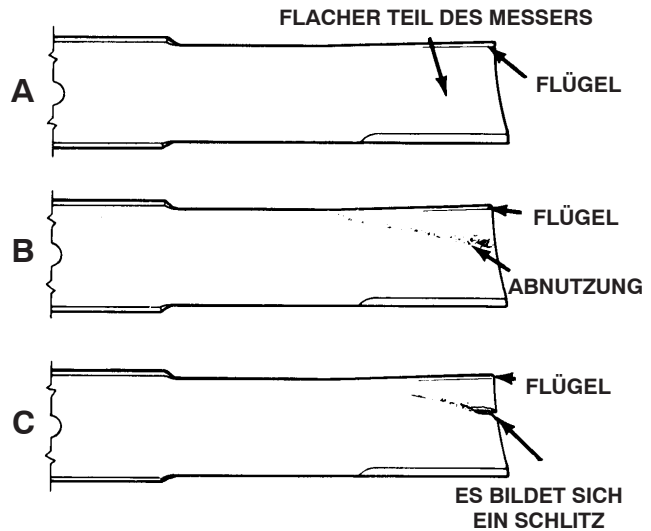

Bild 33
2. Prüfen Sie die Schnittkanten des Messers sorgfältig, insbesondere dort, wo die geraden Flächen die gebogenen berühren (Bild 33-A). Da Sand und anderes reibendes Material das Metall abschleifen kann, das die flachen und die gebogenen Teile verbindet, müssen Sie das Messer vor jedem Einsatz des Rasenmähers prüfen. Tauschen Sie das Messer aus, wenn Sie eine Abnutzung feststellen (Bild 33-B).
Wenn sich das Messer abwetzen kann, bildet sich ein Schlitz zwischen dem Windflügel und dem flachen Teil des Messers (Bild 33-C). Zuletzt kann sich ein Stück des Messers lösen und aus dem Gehäuse herausgeschleudert werden. Das kann zu schweren Verletzungen bei Ihnen selbst und Unbeteiligten führen.